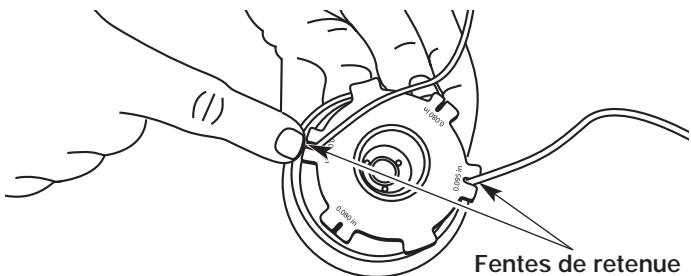

Figure 38
12. Insérez les extrémités du fil dans les deux fentes de retenue (Fig. 38).